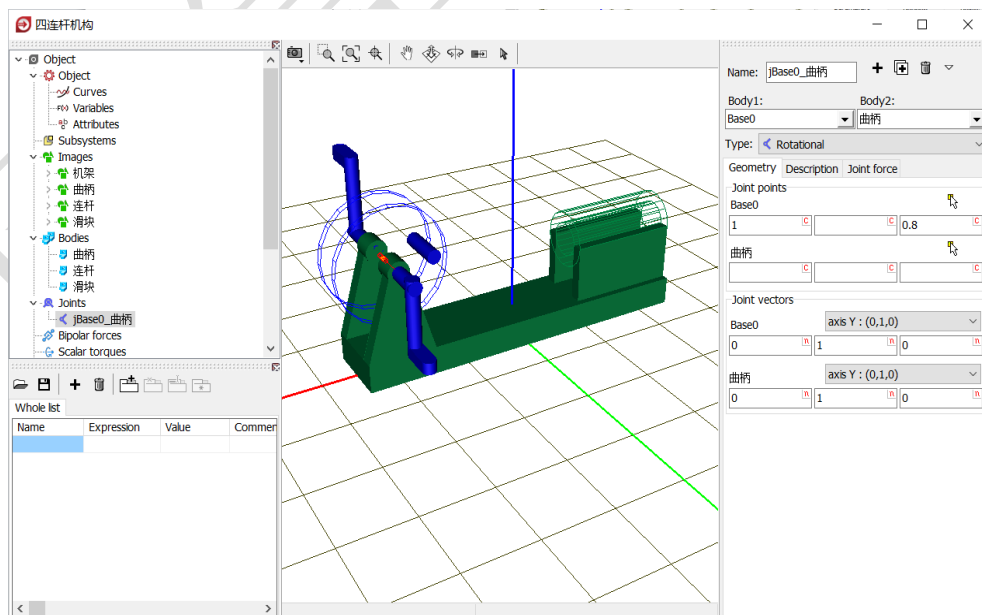

图 2-53
- 9) 创建第一个铰, **Body1** 选择 **Base0**, **Body2** 选择**曲柄**, **Type** 选择 **Rotational**, **Joint points** 分别为 (1, 0, 0.8) 和 (0, 0, 0), **Joint vector** 都选择 **Y** 轴, 如图 2-53。表示将曲柄的原点与总体坐标系的点 (1, 0, 0.8) 重合, 曲柄绕通过该点与总体坐标系 Y 轴平行的 Y' 轴可以转动, 并且曲柄的 Y 轴与之平行 (重合)。